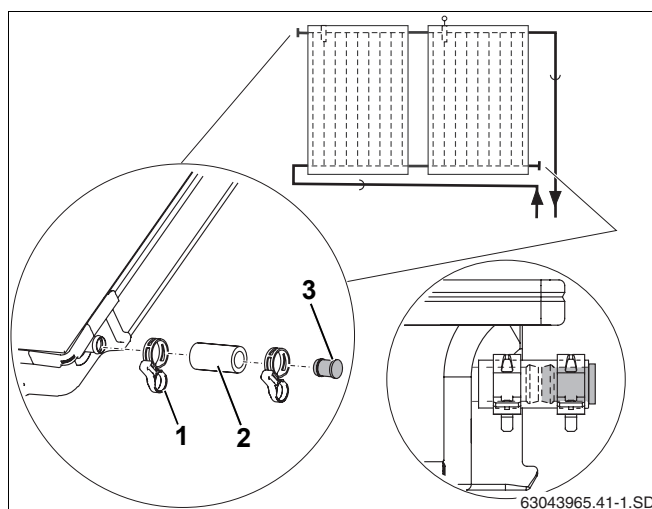

Fig. 40 Montarea dopurilor oarbe și a colierului arc
- Furtunele solare 55 mm (Fig. 40, **Poz. 2**) se introduc cu dopurile oarbe premontate pe ambele racorduri libere ale câmpului de colectori.